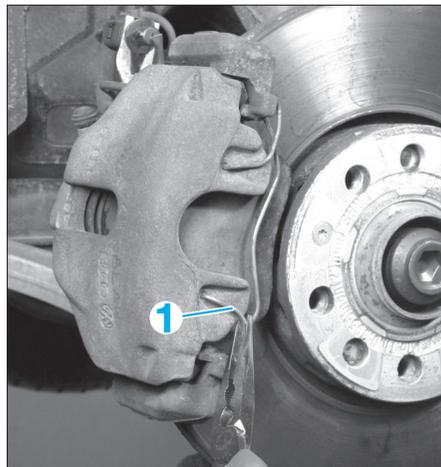

Fig. 1
- À l'aide d'un tournevis, faire levier pour repousser partiellement le piston de l'étrier et détacher le ressort de maintien (1) (Fig.1).